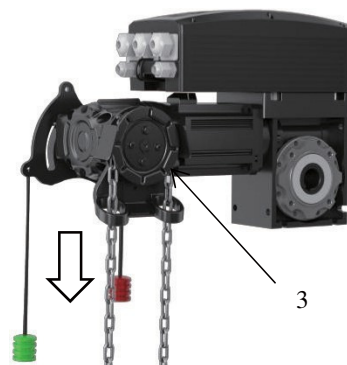

Fig. 4
- De noodontgrendeling wordt geactiveerd wanneer het kettingwiel (3) is verplaatst door het rode noodontgrendelingskoord in de richting van de pijl in afb. 4 te trekken.